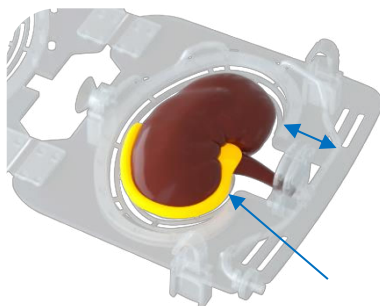

Figure 18 : Positionnement de l'uretère
Poussez le porte-patch avec l'artère rénale dans la cassette du porte-rein (figure 8, élément 4). Déplacez la cassette pour définir la longueur correcte de l'artère rénale. Voir figure 18. Assurez-vous que l'artère n'est pas pliée ni tordue, ce qui pourrait provoquer un manque de perfusion.
- Guidez l'uretère autour du rein dans le porte-rein (voir figure 18) et assurez-vous qu'il n'est pas plié ni tordu.